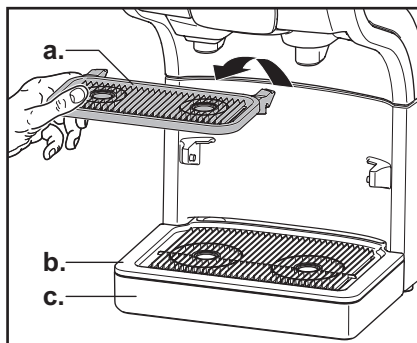

Fig. 27
2. Ta ut koppebrettet (a.), dryppristen (b.) og dryppbrettet (c.) (fig. 27).